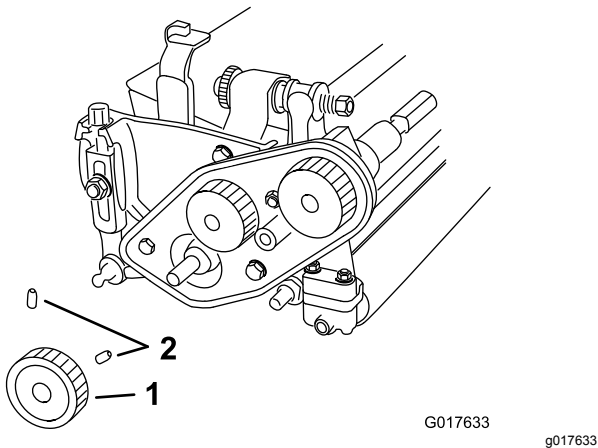

Bild 7
3. Lösen Sie die zwei Stellschrauben, mit denen die untere Riemenscheibe befestigt ist, und nehmen Sie die Riemenscheibe von der Spindelwelle ab (Bild 7)